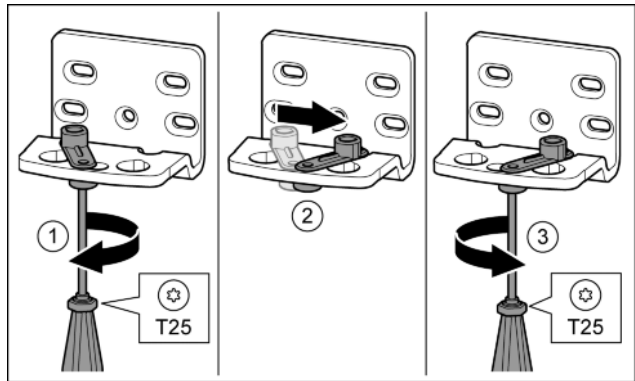

Fig. 12
- ▶ Skrutkovačom T25 voľne zaskrutkujete skrutku. Fig. 12 (1)
- ▶ Pomôcku na zatváranie dverí zdvihnete a otočíte o 90° doprava v otvore. Fig. 12 (2)
- ▶ Skrutkovačom T25 pevne zaskrutkujete skrutku. Fig. 12 (3)